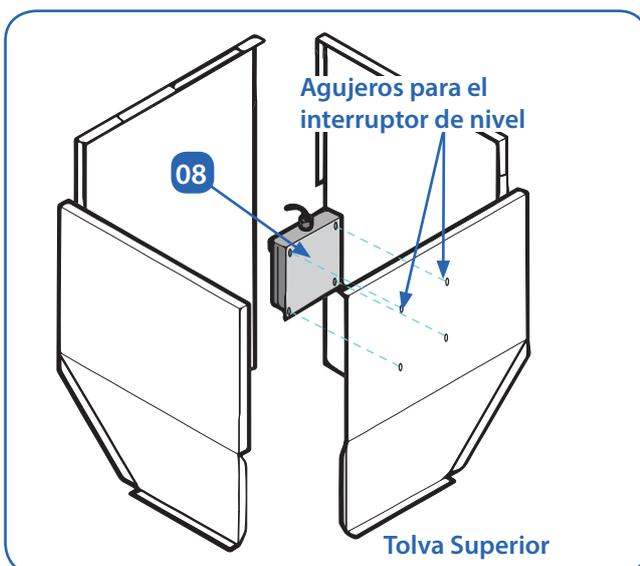

Fig. 05.04. Ensamblaje del Interruptor de indicación de nivel.
- A continuación, en las tolvas que cae el alimento suministrado desde los silos, se instalan los interruptores de indicación de nivel **08**. Los tornillos de unión son suministrados dentro de la caja del interruptor. Para ello se utilizan los agujeros que hay preparados para ello en una de los laterales de la tolva superior (Fig. 05.04.).